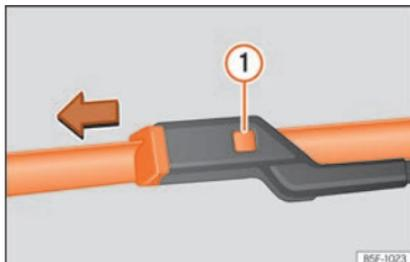

Fig. 41 Substituição das escovas limpa-vidros.
- Mantenha pressionado o botão de desbloqueio » Fig. 41 ❶ puxando ligeiramente pela escova no sentido da seta.